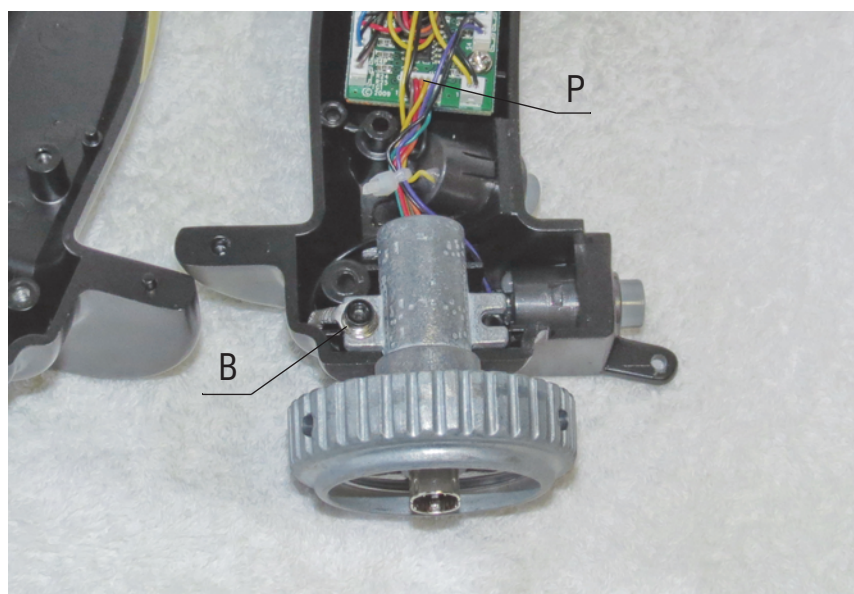

Рис. 2.3.
4. Отверните винт В, крепящий шток ручки (рис. 2.3).